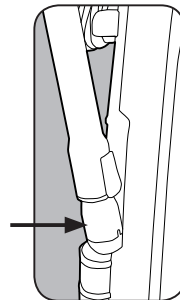

Fig. 1
1. Para utilizar las herramientas de limpieza, levante el mango de la manguera en dirección vertical (Fig. 1).